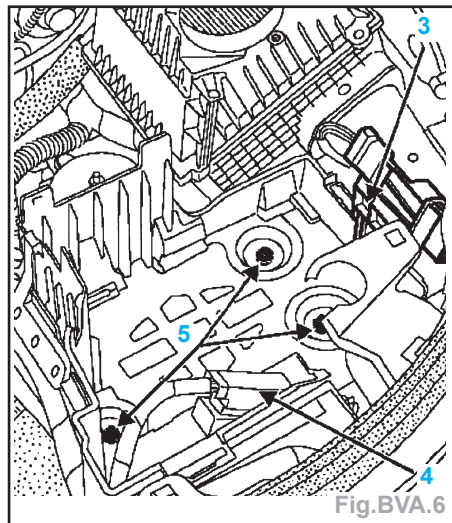

Fig.BVA.6
- Dégager le faisceau électrique du support à batterie (3) (Fig.BVA.6).
- Déconnecter et déposer le calculateur de boîte de vitesses automatique (4).
- Déposer le support de batterie, vis (5).